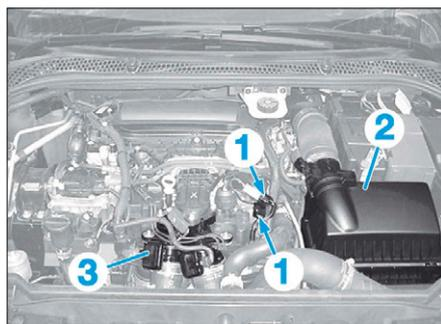

FIG. 17
- Débrancher les connecteurs (1) (Fig.17).
- la boîte à air (2),
- le boîtier doseur (3).